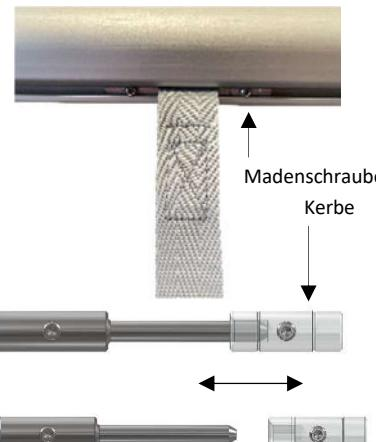

Abbildung 3-1: Einhängestift lösen
- Falls der Abzugsgurt entfernt wurde: Fixieren des Abzugsgurts am Einhängestift in der Mitte des Aufrollrohrs. Zum Öffnen des Einhängestifts, Madenschraube in eingekerbter Hülse lösen und Hülse abziehen. Abzugsgurt einhängen und mit Hülse fixieren (Abb.3-1).